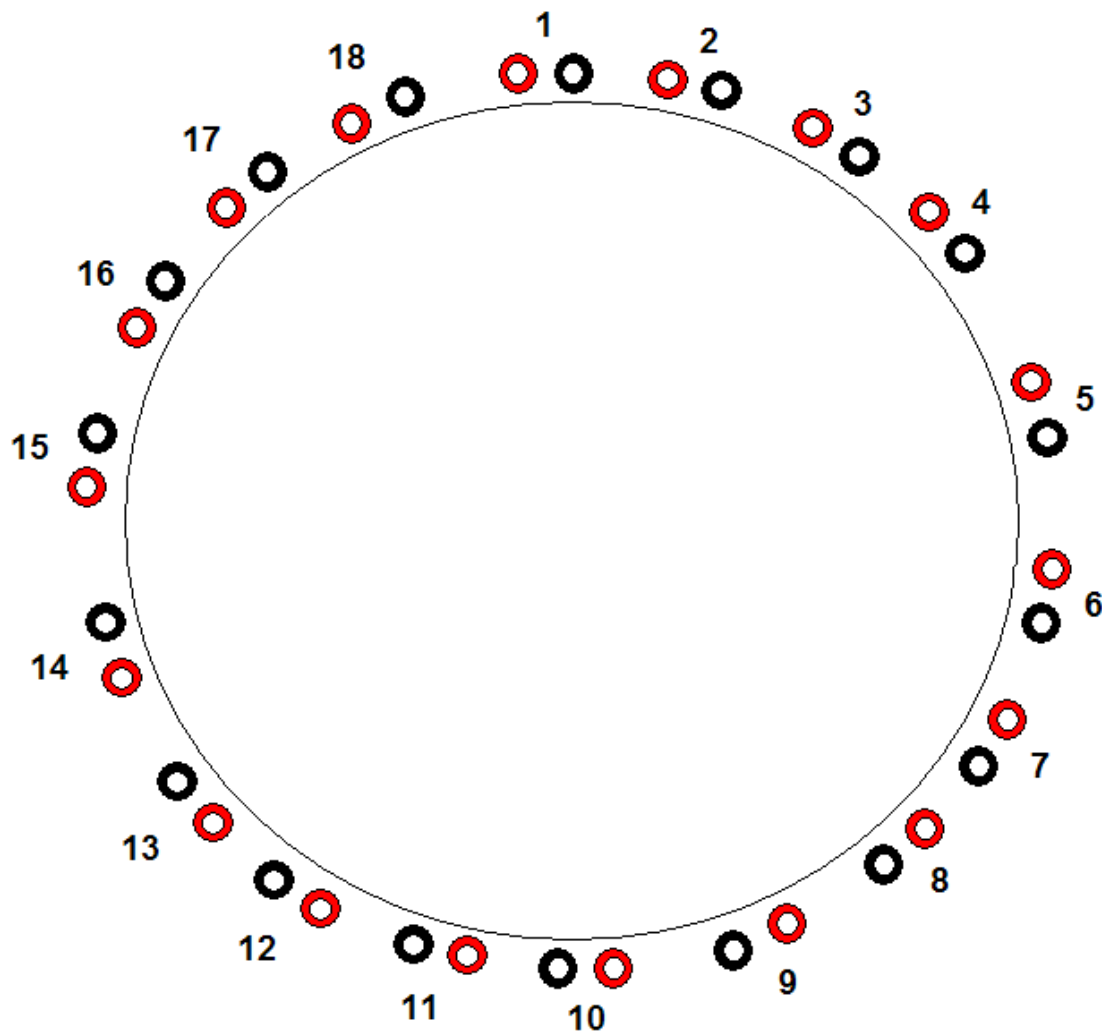

Figura 3. Esquema del estator de una máquina de 18 bobinas.
1.- Conociendo como se generan los campos magnéticos en el rotor de la máquina. Indique como debe ser la conexión de la máquina para que sea una maquina de 6 caras polares (2 Polos) para un estator que tiene 18 bobinas. El esquema del estator se ilustra en la Figura 3, donde se observa que cada par de bornes rojo y negro representan una bobina y están numeradas para un mejor entendimiento. Recuerde que se utilizan todas las bobinas.